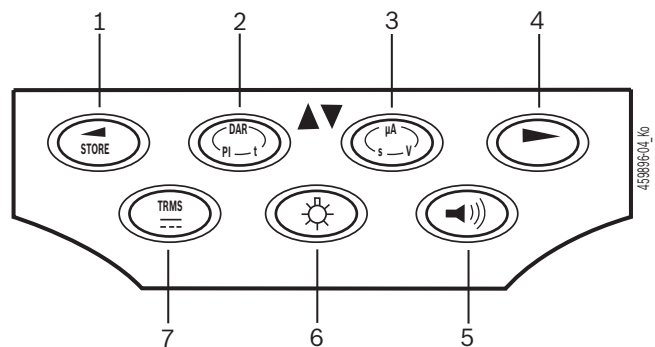

Fig. 3: Touches de fonction FSA 050
Le rétroéclairage de l'écran LCD peut être sélectionné lorsque le FSA 050 est activé (fig. 3, pos. 6). Le rétroéclairage est désactivé automatiquement après 20 secondes.
Le ronfleur (fig. 3, pos. 5) peut être activé pour mesurer la continuité. Le symbole apparaît sur l'écran LCD (fig. 5, pos. 4).
Lors d'une communication Bluetooth, après une pression sur la touche de sélection ► (fig. 3, pos. 4), l'afficheur LCD indique pendant env. une seconde **bt** (fig. 5, pos. 2).